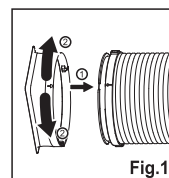

Fig.1
1. Aligner la flèche du connecteur d'entrée du flexible et le flexible, insérer; (Fig. 1)
2. Tourner le connecteur d'entrée du flexible dans le sens des aiguilles d'une montre ou dans le sens inverse des aiguilles d'une montre à environ 60°; (Fig. 1)